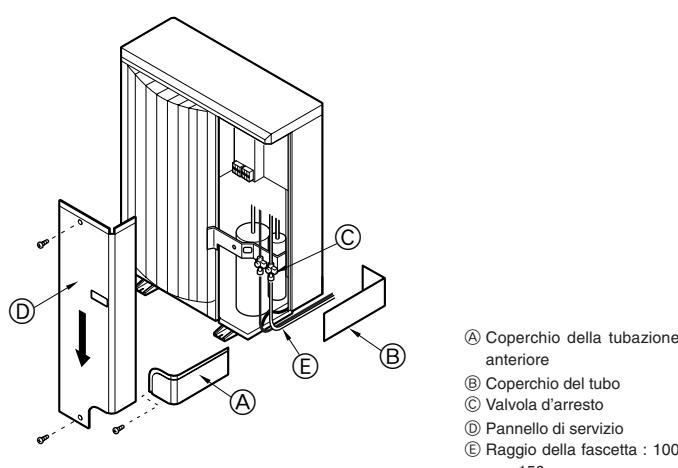
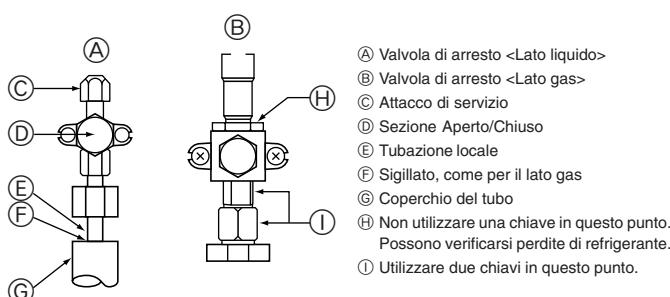

Fig. 4-2
Fig. 4-3
4.3. Tubazione del refrigerante (Fig. 4-2), (Fig. 4-3)